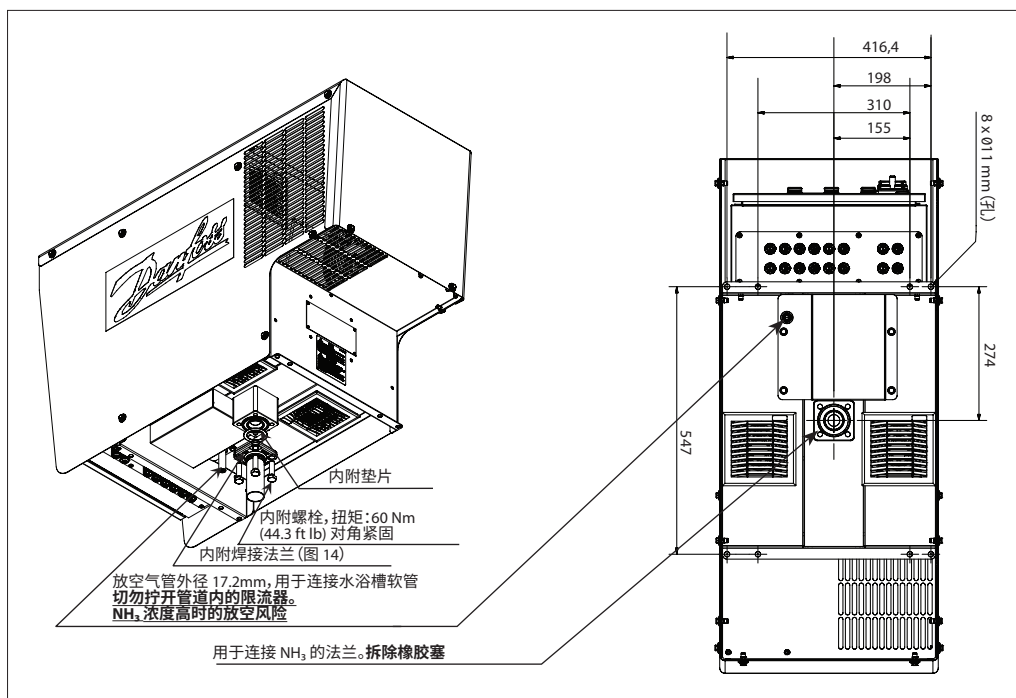
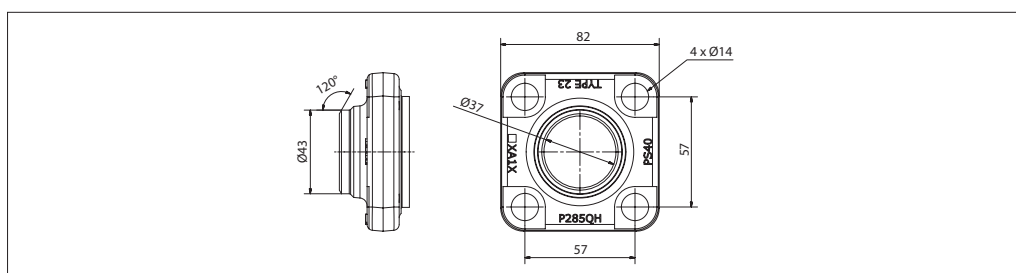

图 13 氨管路连接
图 14 附带的焊接法兰
- 按照图 13 和图 14 准备与焊接法兰连接的氨管道。主配管/排放配管的内径不得小于 Ø37 mm (1.5 in)。
- 使用空分柜体两侧的吊耳将空分提升到适当位置。**取下法兰开口上的橡胶塞。参见图 13。**